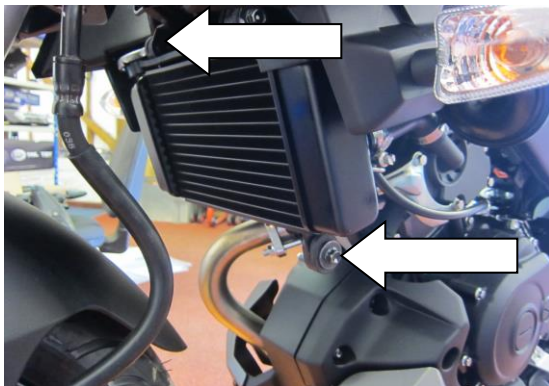

Abbildung 1
- Entfernen Sie die zwei 10mm Schrauben, die den Kühler in Position befestigen – siehe Abbildung 1.